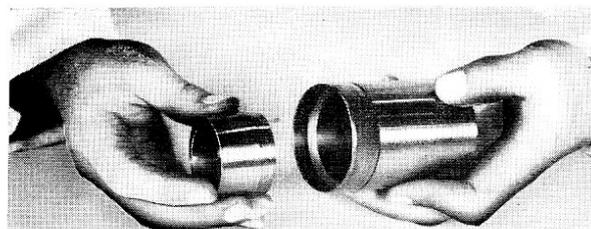

Fig. 10
- 7° Le joint en place sur l'outil, retirer le guide conique (fig. 10).
- 6° Placer sur le corps de l'outil service MF 255 (fig. 10), muni de son guide conique, un joint neuf dont les lèvres préalablement huilées seront orientées vers le corps de l'outil.